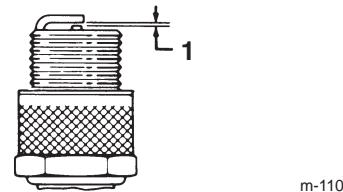

Figure 26
5. Réglez l'écartement des électrodes de la bougie neuve à 0,76 mm (Fig. 26).